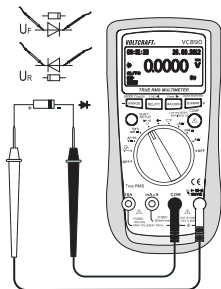

图 6
1. 开启 DMM 并选择量程“Ω”。按下 SHIFT/SETUP 键 (3), 直至二极管测试符号 \rightarrow 出现在显示屏上。
2. 将红色测试引线插入 $^{\circ}\text{CHzV}\Omega$ 测量插口 (7), 将黑色测试引线插入 COM 测量插口 (8) (图 6)。
5. 显示屏以伏特 (V) 为单位显示导通电压“UF”。如果出现“OL”, 则表示二极管测量方向是反的 (UR) 或二极管有故障 (断路)。以反向极点作为控制执行测量。